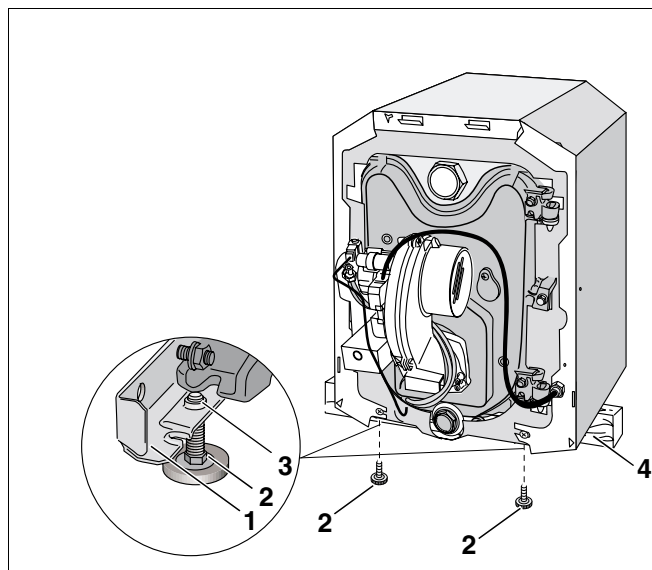

Fig. 13 Montering af stilleskruer
Med stilleskruerne (fig. 13, **pos. 2**) kan du udligne eventuelle ujævnheder i fundamentet eller på opstillingsfladen, så kedlen kan opstilles vandret.
- Skub den bjælke (fig. 13, **pos. 4**) ind under kedlen, så stilleskruerne (fig. 13, **pos. 2**) kan skrues i.
- Skru stilleskruerne (fig. 13, **pos. 2**) 5-10 mm ind i gevindhullerne i forreste del af vinkelskinnen (fig. 13, **pos. 1**).
Monteringen af stilleskruerne på bageste del af vinkelskinnen (fig. 13, **pos. 1**) udføres på samme måde som monteringen af stilleskruerne (fig. 13, **pos. 2**) på forreste del af vinkelskinnen (fig. 13, **pos. 1**).